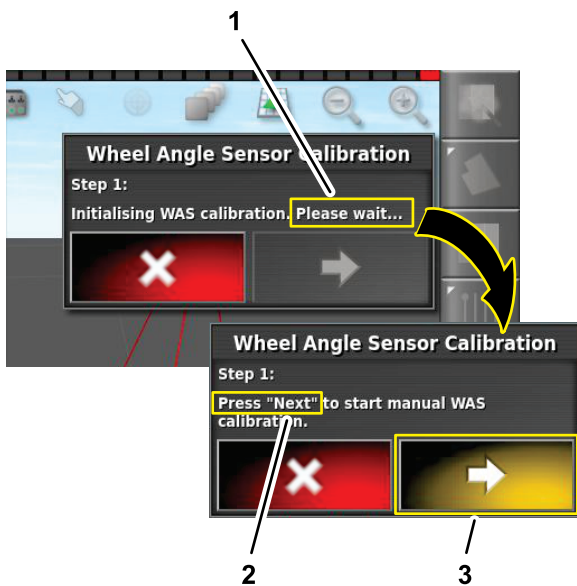

Bild 162
5. Warten Sie bei Schritt 1, bis die Kalibrierung des Radwinkelsensors initialisiert ist, und drücken Sie das Symbol für den nächsten Schritt (Bild 162).